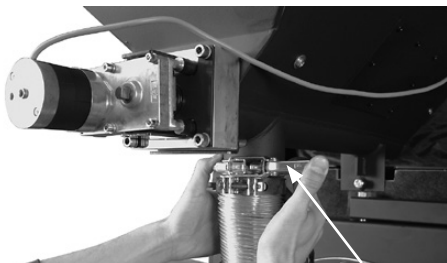

Bild 08
9. Spannung oberhalb der Zellradschleuse öffnen (Bild 08).